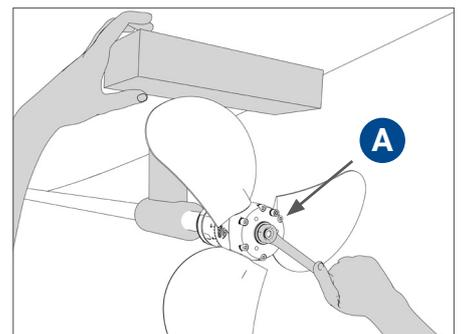

ABB. 14 Blockieren Sie die Drehung und ziehen Sie die Spannmutter an
- Um ein Verbiegen der Propellerblätter beim Drehen zu vermeiden, drehen Sie die Blätter vorsichtshalber in die Schubposition (nicht in Segelposition) und blockieren Sie die Drehung mit einem Holzkeil zwischen dem Propellerblatt und dem Bootsrumpf. (**Abb. 14**).
- Ziehen Sie die Spannmutter **A** (**Abb. 14**) mit einem angemessenen Anzugsmoment an (je nach Art der Mutter, wie in der TABELLE DER ANZUGSMOMENTE angegeben). Bewegen Sie beim Anziehen die Propellerblätter und ziehen Sie die Mutter schrittweise an, bis das angegebene Anzugsmoment erreicht ist.